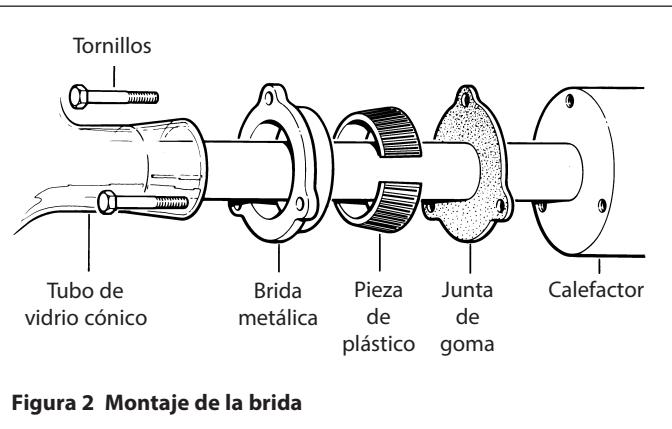

Figura 2 Montaje de la brida
3. Coja la caldera W4000/B, el calefactor y el kit de juntas W4000/GK. Monte el calefactor en la caldera según se muestra en la Figura 2.